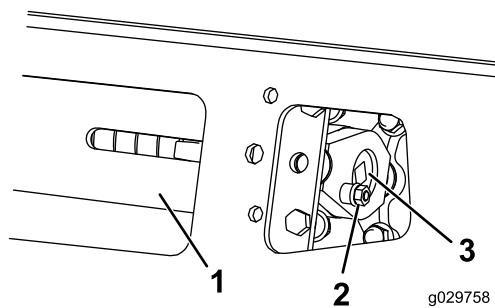
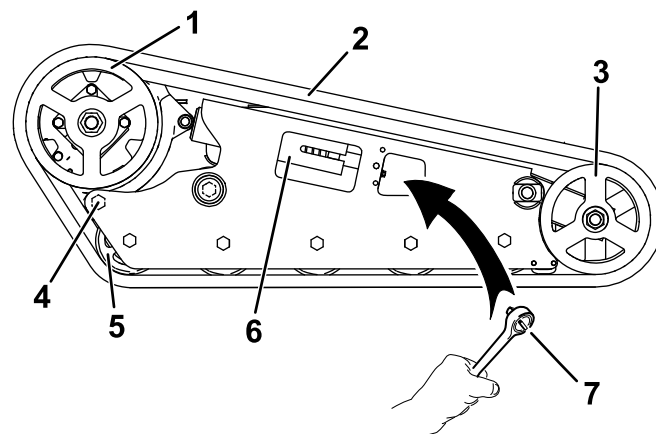

Рисунок 55
Рисунок 56
3. Отвинтите зажимной болт и гайку (Рисунок 55).
- Совместите ближайшую выемку в натяжном винте с отверстием в зажимном болте и закрепите винт при помощи зажимного болта и гайки (Рисунок 55).
- Используя сменную головку размером 1/2 дюйма, ослабьте натяжение привода, вращая натяжной винт по часовой стрелке (Рисунок 55 и Рисунок 56).
- Ослабьте задний болт, расположенный возле ведущего колеса (Рисунок 56).
- Когда гусеница будет снята с переднего катка, снимите ее с ведущего колеса и опорных катков (Рисунок 56).
- Начиная с ведущего колеса, проложите вокруг него новую гусеницу, убедившись, что выступы на гусенице входят в зазор между проставками на колесе (Рисунок 56).
- Протолкните гусеницу под опорные катки и одновременно между ними (Рисунок 56).